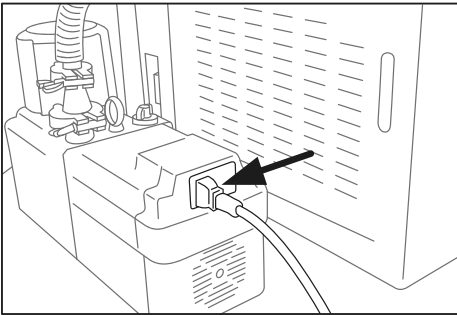

Figura 27.
10. Conecte el cable de alimentación de la bomba de vacío a la Unidad Principal (Figura 27, 28 y 29).